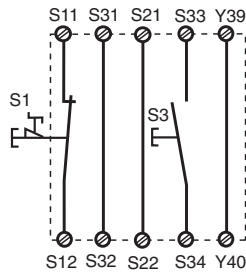

Fig. 3: Circuito de entrada monocanal, rearme supervisado/Circuito di entrata monocanale, start controllato/Eenkanalig ingangscircuit, bewaakte start
- Fig. 3, 4 y 5, 6: S13-S14 **no** conectado
- Fig. 3, 4 e 5, 6: **nessun** collegamento S13-S14
- Fig. 3, 4 en 5, 6: **geen** verbinding S13-S14